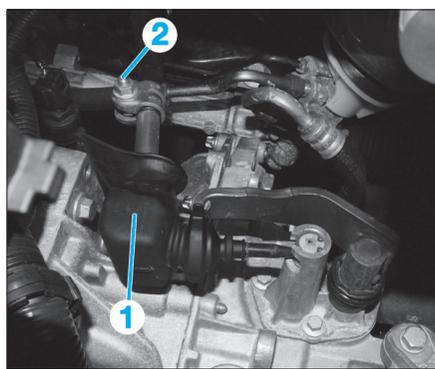

Fig. 3
- Ecarter le soufflet (1) de commande de boîte de vitesses (Fig.3).